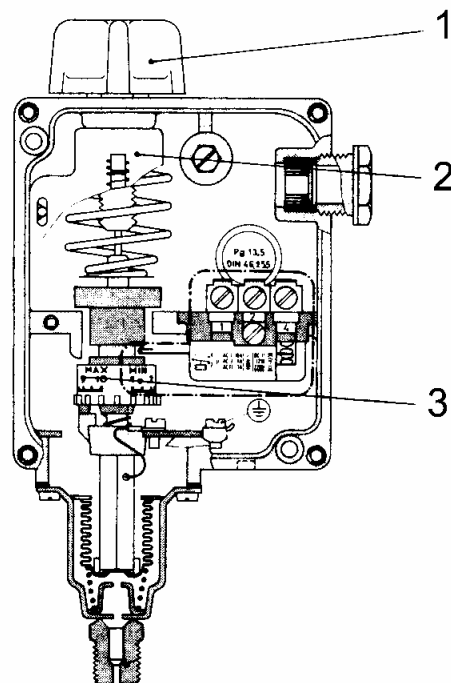

Рис. 9
• Калибровка реле давления (Рис. 9)
- a. Вращайте регулятор (1) пока указатель (2) не достигнет значения давления, с которого начинает работать горелка;